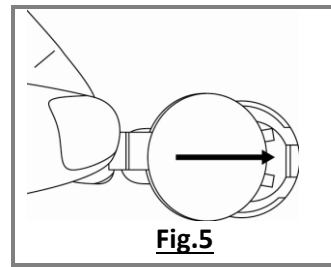

Fig.5
- d. Installez une pile lithium CR2032 (3V) neuve en l'insérant sous la languette noire en plastique (**fig. 5**).